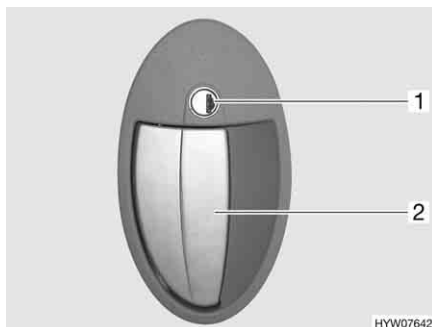

Fig. 53 Serratura della porta (porta di ingresso, lato esterno)
- Inserire la chiave nel cilindro della serratura (Fig. 53,1) e ruotare in senso orario, fino a quando la serratura della porta si sblocca.
- Tirare la maniglia della porta (Fig. 53,2). La porta è aperta.
- Inserire la chiave nel cilindro della serratura (Fig. 53,1) e ruotare in senso antiorario, fino a quando la serratura della porta si blocca.